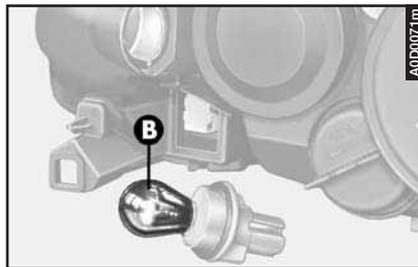

fig. 36
– Estrarre la lampada (**B-fig. 36**) dal portalampada, spingendola leggermente e ruotandola in senso antiorario.